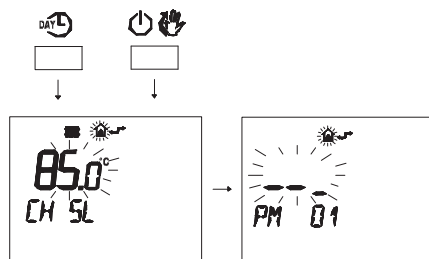

Fig. 5.87
- Premere contemporaneamente i pulsanti **DAY** e **POWER** per entrare nella programmazione trasparente (Fig. 5.87).